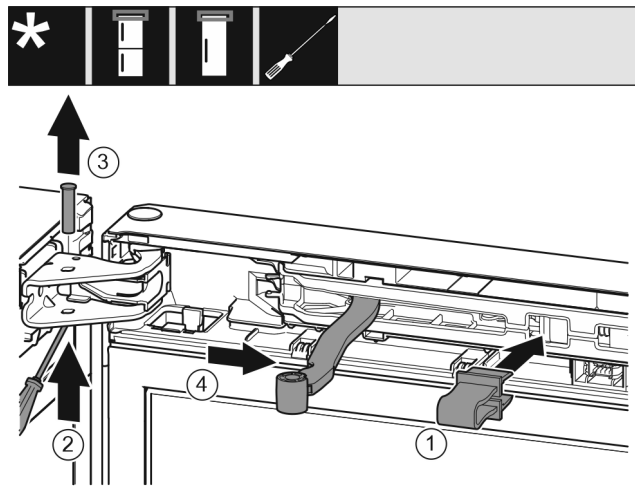

Fig. 12
- ▶ 将安全装置 Fig. 12 (1)卡入开口。
- ▶ 旋出螺栓 Fig. 12 (2)。
- ▶ 向上取出螺栓 Fig. 12 (3)。
- ▶ 将铰链 Fig. 12 (4)转向门的方向。